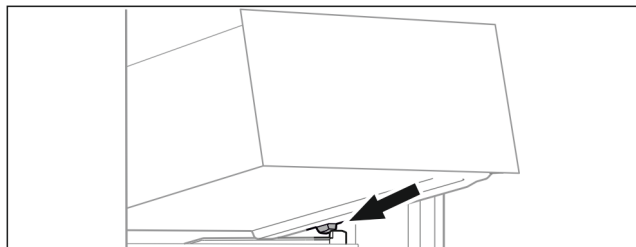

Fig. 68
- ▶ Sett skuffen på skrå bak stopperne på beholderribben. (se Fig. 68)